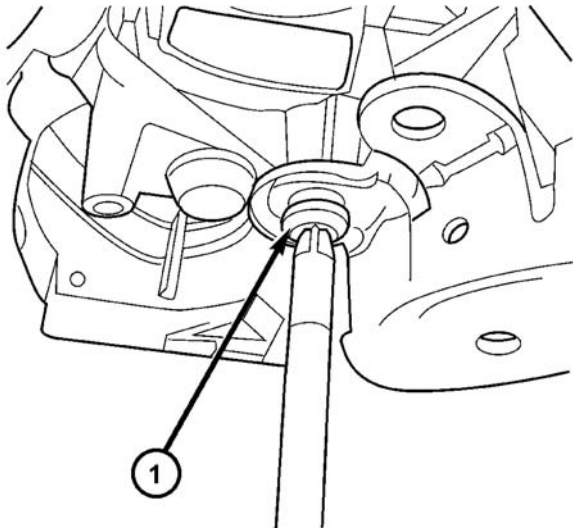

图 309 电磁线圈固定螺钉
- (1) 将联锁电磁线圈安装到位，确保电磁线圈柱塞端头上的钩与换档杆卡块销啮合，安装和紧固螺钉（图 309）